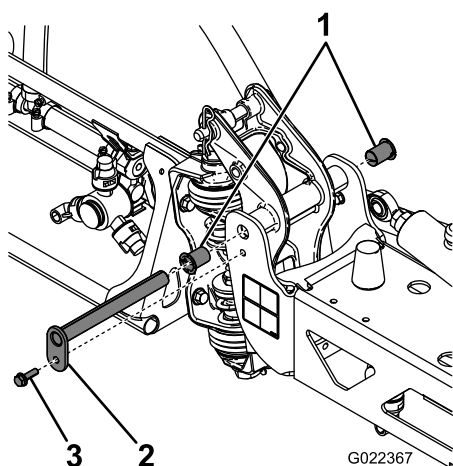

Figura 95
3. Com o peso da rampa suportado, retire o parafuso e porca que seguram o pino de articulação à rampa (Figura 95).
6. Retire e inspecione as buchas de nylon dos lados dianteiro e traseiro do suporte de articulação (Figura 95).
8. Monte a rampa e o apoio da articulação no chassis alinhando as aberturas (Figura 95).